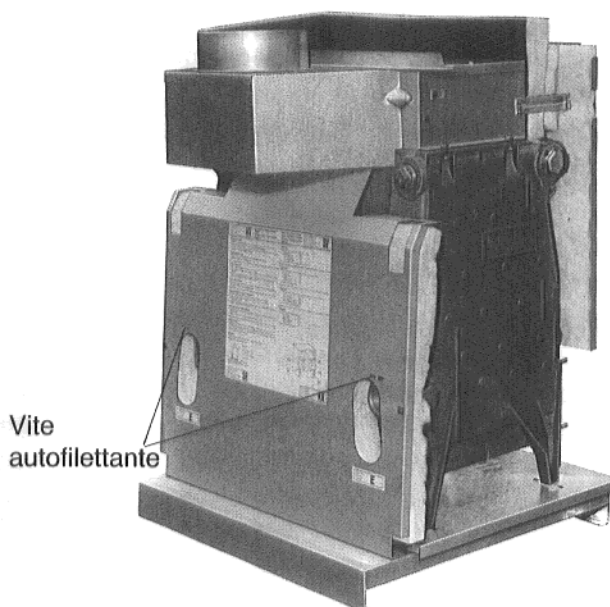

Fig. 33 – Figura esplicativa
- Agganciare la **parete posteriore** al blocco caldaia ed avvitare con 2 autofilettanti (Fig. 33).